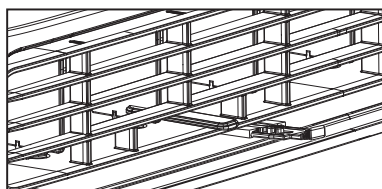

Figure 3 (ÉVENT OUVERT)
3. Échanger l'air de la pièce – événement ouvert (voir Fig. 3)